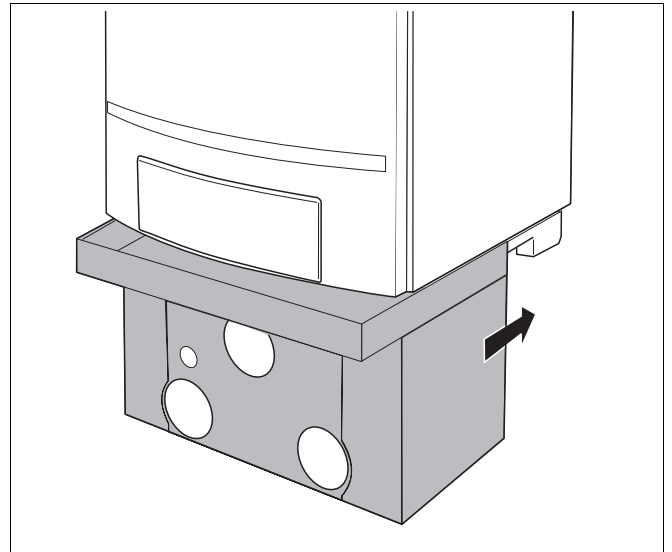

Fig. 18 Mantel van de aansluitset monteren
- Plaats de mantel van de aansluitset (fig. 18).